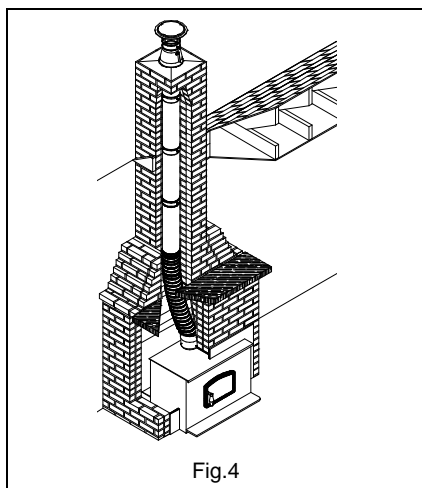

Fig.4
Il est préférable d'utiliser une combinaison de gaines EXCEL Gaine Rigide et de EXCEL Gaine Flexible (ou autre gaine flexible homologuée) pour l'installation d'un système complet, notamment lorsqu'il faut traverser un foyer de maçonnerie (Fig.4).
5. En vous plaçant en bas, tirez la gaine flexible à travers la gorge du foyer. Tirez-la suffisamment (Fig.4) pour être en mesure de la raccorder à l'appareil.